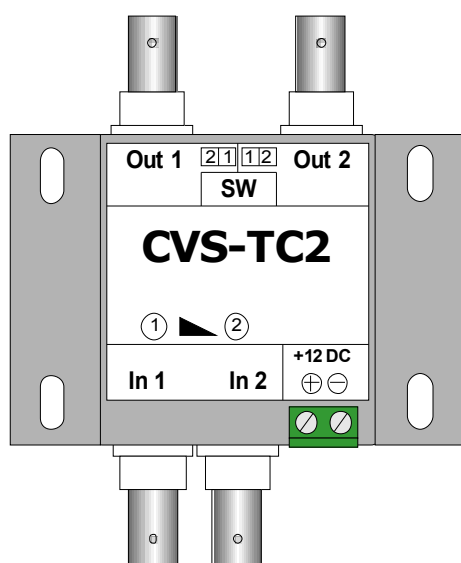

Рис.1.
1. Двухканальный усилитель-корректор CVS-TC2 (передатчик, Рис.1.)